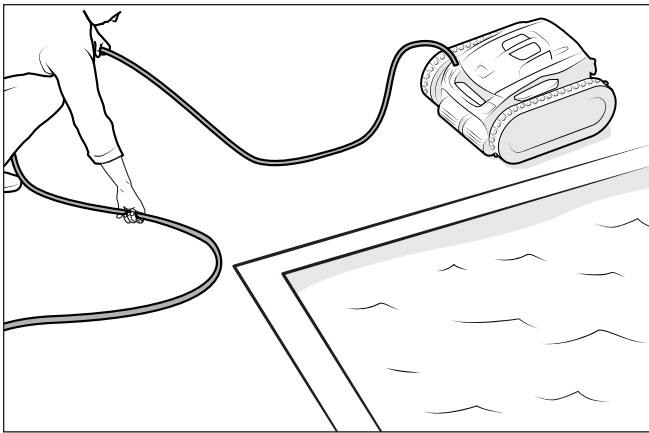

Figura 18. Desenrede el cable flotante
2. Elimine nudos y torceduras comenzando por el extremo de la cabeza del limpiador (Figura 18). Coloque el cable al sol para que pierda marcas de enredos y torceduras.